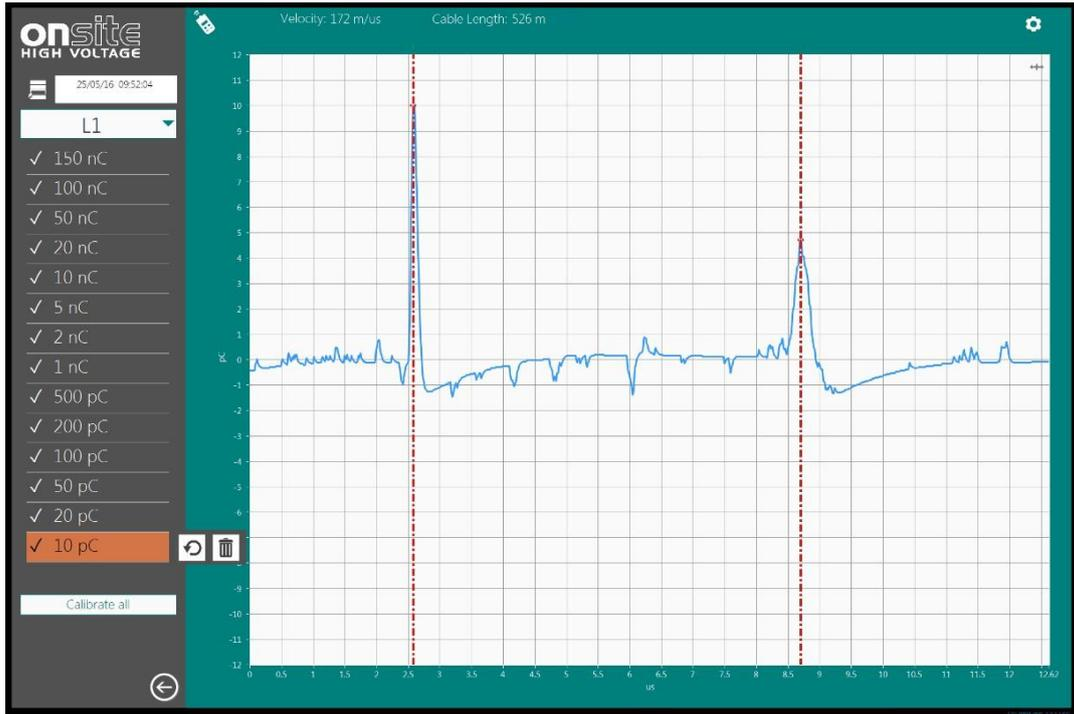

图 34 校准界面
- 检查试验的电缆样品长度是否正确（图 34）并选择校准中提到的相 **L1**，**L2**，**L3** 或 **ALL**（图 35）。选择 **ALL** 时，意为该校准对三相都有效。